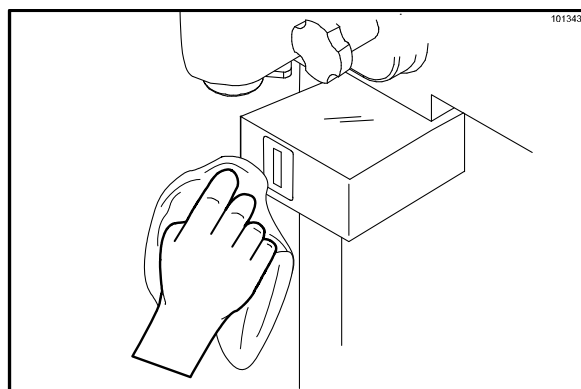

Figura 61
19. Use uma toalha limpa, umedecida e sanitizada para limpar gentilmente a proteção do sensor de controle da porção e remover todo acúmulo de mix. Inspeccione a proteção do sensor quanto a danos e, se necessário, troque-a. (Veja a Figura 61.)